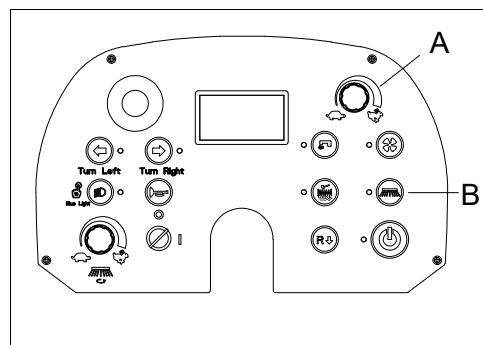

Figura 27
- Ajuste la perilla de ajuste de la velocidad (A, Figura 27) para minimizar la velocidad de conducción.
- Pulse el botón del cepillo lateral (B, Figura 27) para bajar el cepillo lateral girándolo durante aproximadamente un minuto pisando el pedal del acelerador.